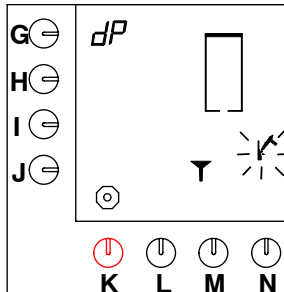

Fig. 23 L'impianto di acqua calda richiede la disincrostazione
- Viene emesso un segnale acustico, lampeggia il simbolo del martello e sullo schermo viene visualizzato un imbuto (vedere fig. 23).